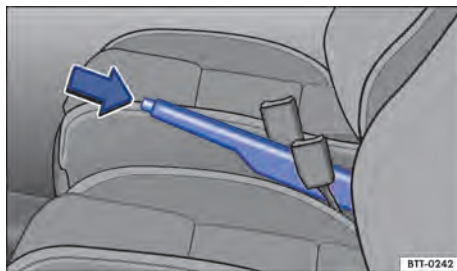

Fig. 97 Entre los asientos delanteros: palanca del freno de estacionamiento.
- Tirar de la palanca del freno de mano hacia arriba con la tecla de bloqueo presionada → fig. 97 (flecha).
- Tirar de la palanca del freno de estacionamiento un poco hacia arriba y presionar la tecla de bloqueo → fig. 97 (flecha).